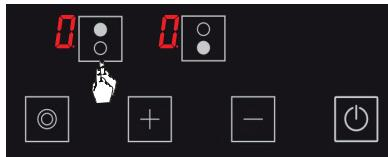

Figure 6
2. Appuyez sur la touche de sélection de la plaque de cuisson pertinente. L'icône **H** s'affiche dans la plaque de cuisson pertinente quand vous la touchez pour la première fois. (Voir Fig. 6)